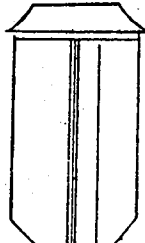

FIGURA 8
- Proteger o sistema elétrico com uma bacia plástica (Figura 8)